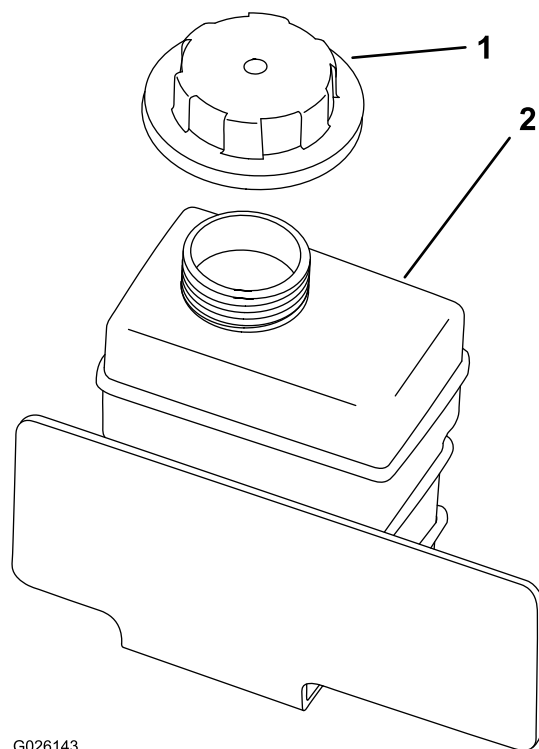

Bild 17
2. Prüfen Sie den Kühlmittelstand im Reservebehälter (Bild 17).